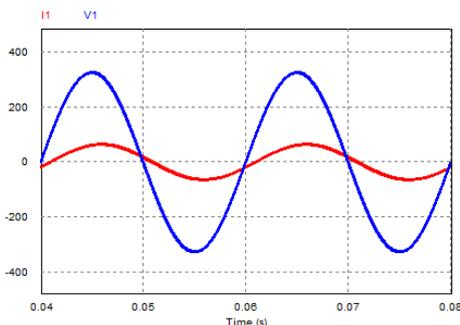

Fig1 : Température  $T=19.23 \text{ }^\circ\text{C}$
**Essai 2 :** injecte la tension réseau AC et visualise les courbes de tension  $u(t)$  et  $i(t)$  pour déterminer le décalage de phase entre elles (Figure 1).
- Le déphasage est le décalage entre la tension et le courant leur présence dans une installation propose beaucoup problème comme l'échauffement des câbles, donc une puissance des pertes perdues par effet joule. A partir de figure 1 déterminer la période  $T$  (en **ms**) et la valeur du déphasage (en radian) entre  $i(t)$  et  $u(t)$  et montrer quel type de charge s'agit-il ?